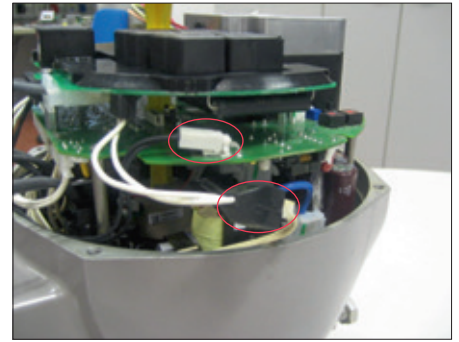

Figura 48
- Collegare il connettore nero a 2 pin del modulo OM13 al connettore a 2 pin precedentemente rimosso (Figura 48).
- Collegare il cavo nero con connettore a 2 pin del modulo OM13 al connettore della scheda logica (Figura 48).